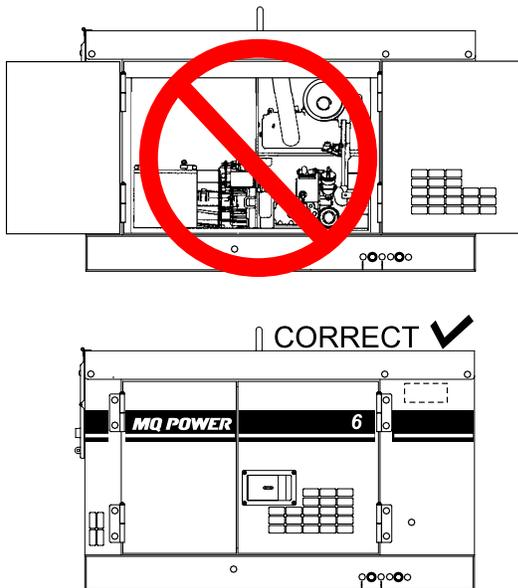

Figure 14. Portes de générateur
2. **NE JAMAIS** faire fonctionner le générateur avec les portes **ouvertes** (Figure 14). Le fonctionnement avec les portes ouvertes peut entraîner un refroidissement insuffisant de l'unité et des dommages au moteur peuvent en résulter. Fermez les portes pour un fonctionnement normal.